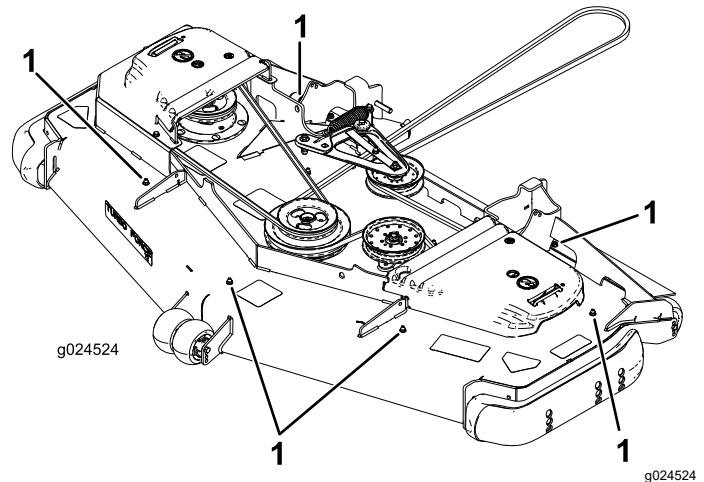

Bild 1
7. Entfernen Sie die sechs Sechskantschrauben (5/16" x 3/4") und die sechs Bundmutter (5/16"), mit denen die freiliegenden Befestigungslöcher im Mähwerk abgedeckt sind (**Bild 1**).
6. Setzen Sie das richtige Kickerablenkblech in jeder Kammer ein und befestigen Sie sie mit einer Schlossschraube ($\frac{3}{8}$ " x $\frac{7}{8}$ "") und einer Bundmutter ($\frac{3}{8}$ ""), wie in **Bild 1** dargestellt.